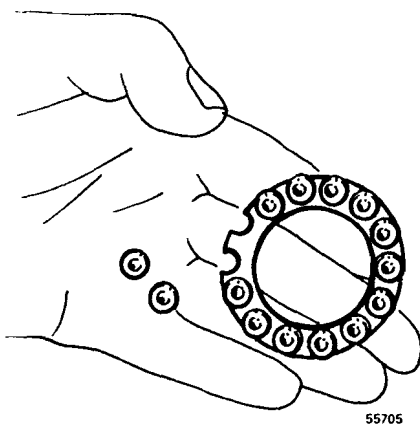

Fig. 177
Nota: Las bolas del rodamiento se hallan sueltas en los portabolas. Asegurarse de que las bolas no caen al quitar el piñón, fig. 177.
- 27 Untar con grasa los portabolas del piñón intermediario de la bomba de refrigeración y montar las bolas. Véase fig. 177.